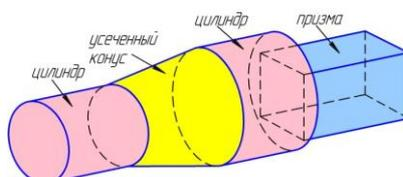

Рис. 1 Анализ формы детали
**Форма отчетности:** - на формате А3 построить три вида детали и объемное изображение с рисунка модели рис. 1.Образец выполнения рис. 1.